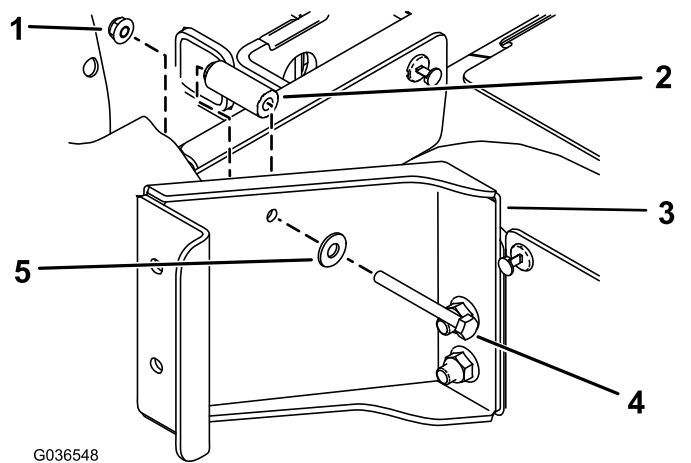

Рисунок 2
- C. Закрепите кронштейн позади заднего основания сиденья с помощью одного болта с шестигранной головкой (1/4 x 2-1/2 дюйма), одной плоской шайбы (5/16 дюйма), одной проставки (9/32 x 5/8 дюйма) и одной фланцевой гайки (1/4 дюйма), как показано на Рисунок 2.